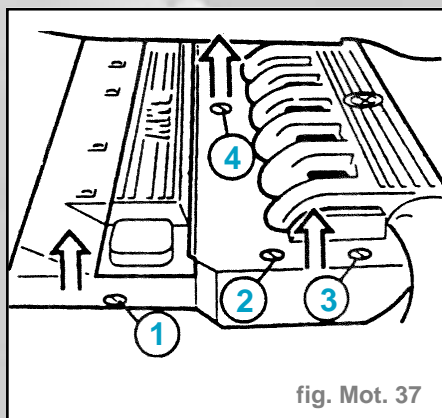

fig. Mot. 37
- Déposer les vis puis déposer l'habillage du moteur (fig. Mot. 37).